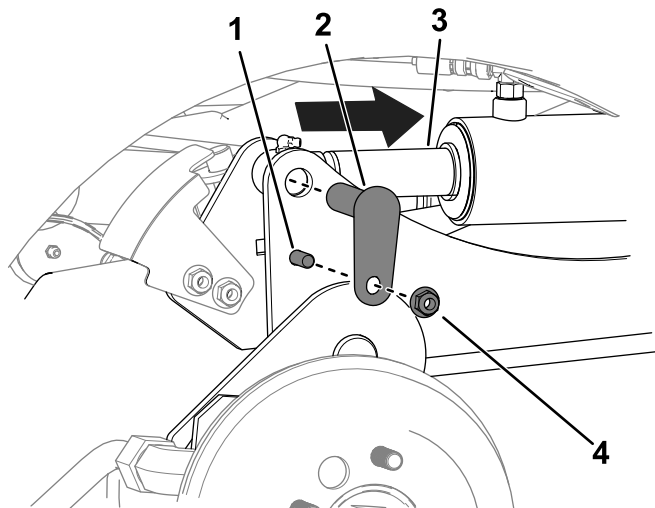

Figura 11
- C. Utilizați un poanson pentru a alinia orificiile tijei cilindrului cu orificiile brațului de ridicare (Figura 11).
- D. Utilizați 2 șuruburi ($\frac{3}{8} \times 1 \frac{1}{4}$ "), 2 piulițe ($\frac{3}{8}$ ") și 2 știfturi mici pentru a fixa brațele de ridicare la cilindri (Figura 11).